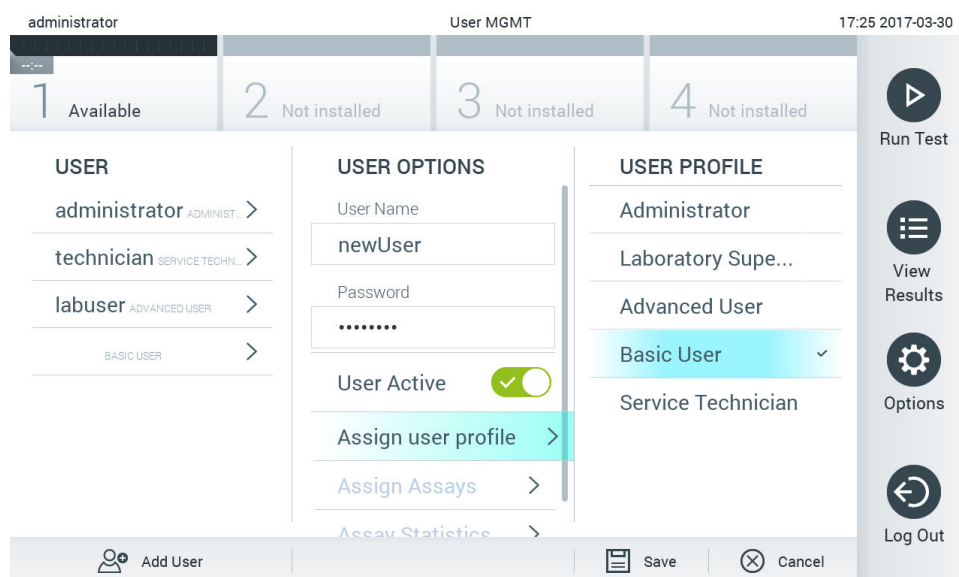

Figura 65. Atribuição de um perfil de utilizador a um novo utilizador.
4. Prima Assign User Profile (Atribuir perfil de utilizador) e atribua o perfil de utilizador apropriado (a partir da lista à direita da área de conteúdo) ao novo utilizador (Figura 65).